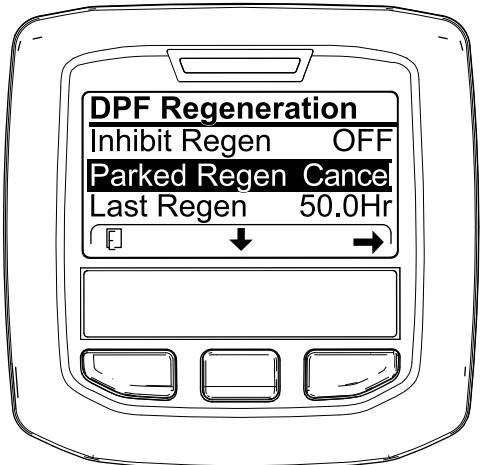
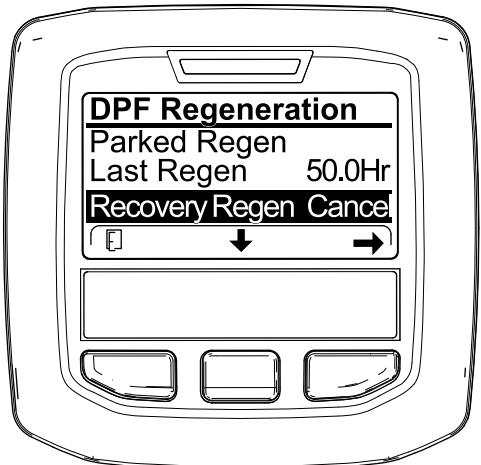

Bild 60
Bild 61
1. Zugreifen auf das Menü für die Regenerierung des Dieselpartikelfilters (Bild 60)
2. Drücken Sie die mittlere Taste, um auf die Option PARKED REGEN. CANCEL (Bild 60) oder RECOVERY REGEN. CANCEL zu navigieren (Bild 61).
3. Drücken Sie die rechte Taste, um den Eintrag „Regen. Cancel“ auszuwählen (Bild 60 oder Bild 61).